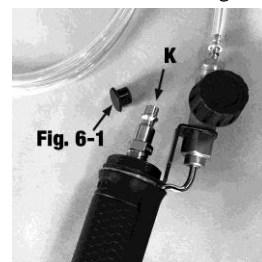

fig. 6
7. Retirez le bouchon protecteur de l'entrée d'air (C). Vissez ensuite manuellement l'embout mâle (Q) dans l'entrée d'air. Raccordez le tuyau à air (non fourni) à l'embout mâle (fig. 6).
8. Utilisez le ruban pour joints filetés (non fourni) sur les filets extérieurs de l'embout mâle (Q) et serrez l'embout sur l'entrée d'air au moyen d'une clé (non fournie) pour un raccordement étanche à l'air. Ne serrez pas excessivement.